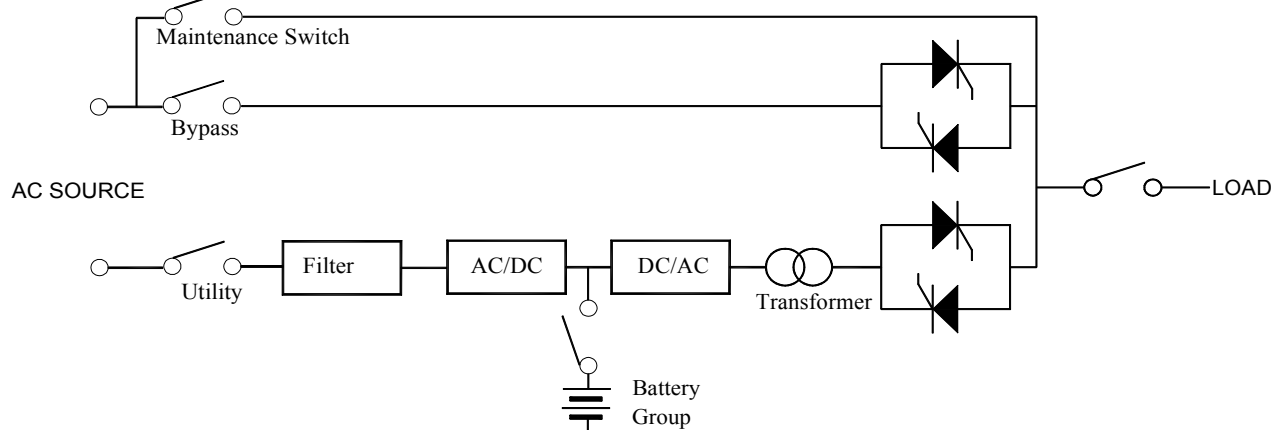

Рис. 3-1 Базовая конфигурация ИБП
- группы внешних Аккумуляторных Батарей (Batteries) т.д., как показано на рис. 3-1.